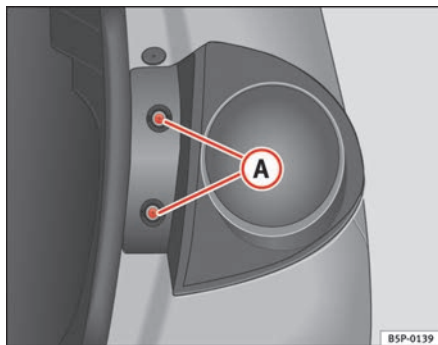

Fig. 190 Luci di posizione/arresto
- Estrarre le viti ⇒ fig. 190 **(A)**.